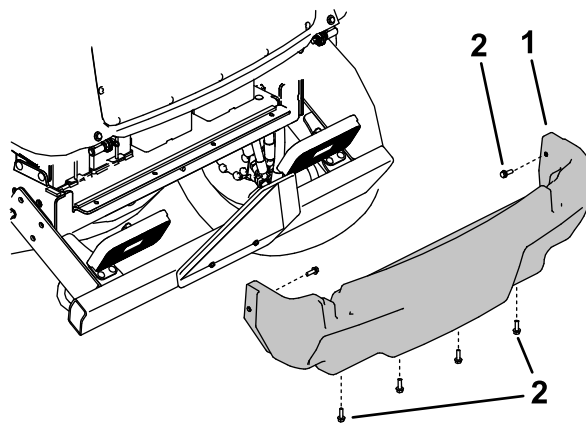

Figura 112
5. Retire los 6 tornillos con arandela prensada que sujetan la cubierta trasera al bastidor, y retire la cubierta trasera (Figura 112).
4. Instale la cubierta trasera (Figura 112).